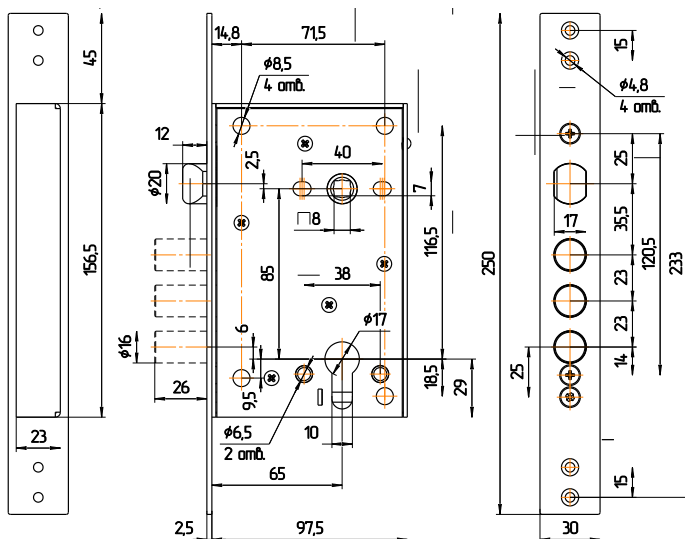

Рис.2
4.1. Произвести разметку двери согласно рис.2. Выполнить на торце полотна двери гнездо для корпуса замка, а также отверстия для крепежа замка. Выполнить на полотне двери отверстия для МЦ, для стержня ручеч фалевых и крепежа, а в дверной коробке отверстия под пальцы засова и защелки.